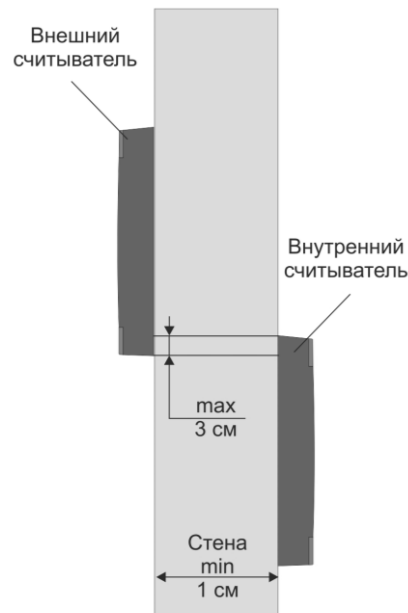

Рисунок 8. Крепление считывателей с разнесением по вертикали
- Если толщина стены менее 10 см (например, стеклянная панель), то считыватели необходимо разнести по вертикали (рисунок 8). Максимальное наложение одного считывателя на другой по вертикали – 3 см (антенны не должны пересекаться).